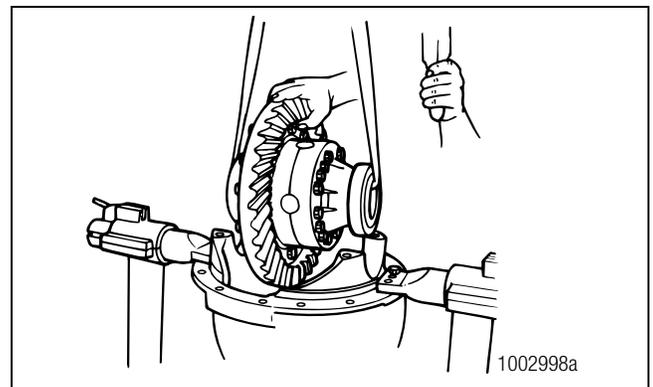

Figure 3.16
- Soulever et extraire avec prudence l'ensemble différentiel principal et couronne de la tête de pont. Déposer l'ensemble sur un plan de travail. Figure 3.16.